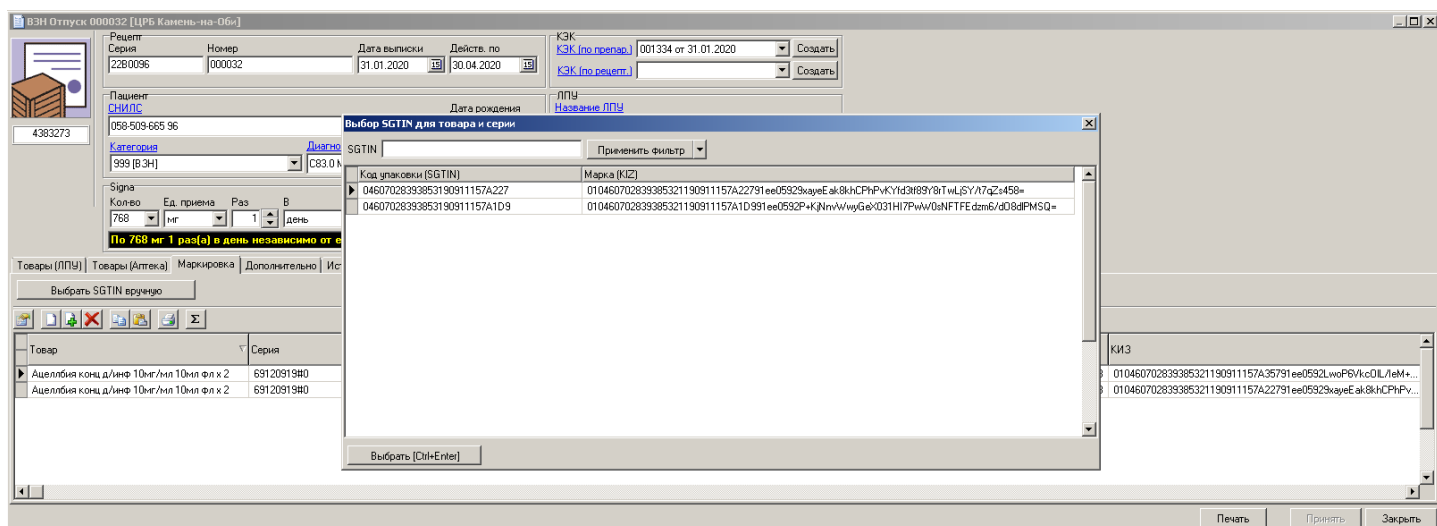

Рис.4
- 6.8. После выбора препарата и серии появится список всех доступных SGTIN для данного ЛП и серии, см. Рис.4.